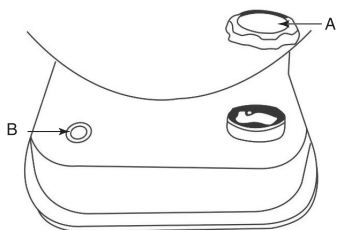

рис. 4
**Заполнение топливного бака (рис. 4):**